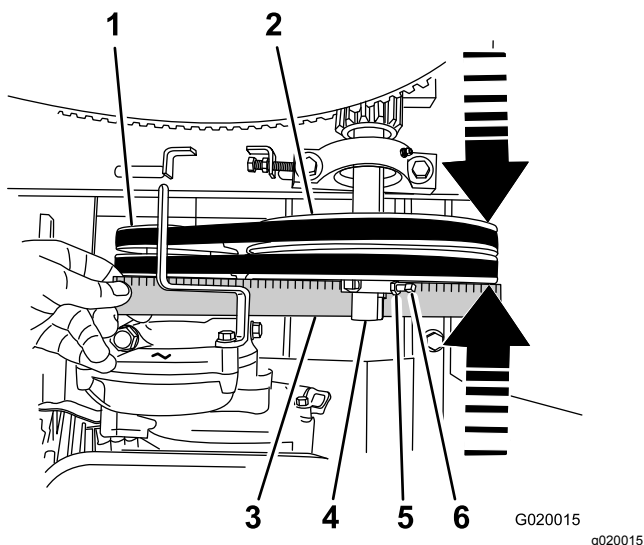

Figura 68
5. Coloque una regla sobre las caras de la polea del motor y de la polea tensora (Figura 68).
- B. Afloje las contratuercas y los tornillos de fijación que sujetan la polea tensora al eje (Figura 68).
- C. Dando golpecitos con un mazo de goma, mueva la polea tensora hacia adelante o hacia atrás en el eje hasta que la polea del motor y la polea tensora estén alineadas con la regla (Figura 68).
- D. Apriete los tornillos de fijación y las contratuercas que sujetan la polea tensora al eje (Figura 68).